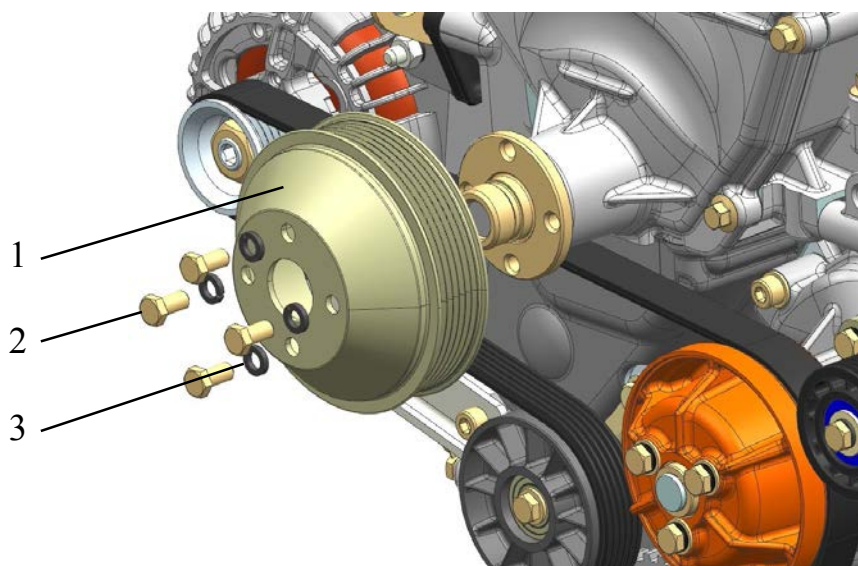

Рис.211. Установка шкива вентилятора:
– установить шкив вентилятора 1 (рис.211) и закрепить болтами 2 с пружинными шайбами 3, завернув болты моментом 13,7...17,6 Н·м (1,4...1,8 кгс·м);